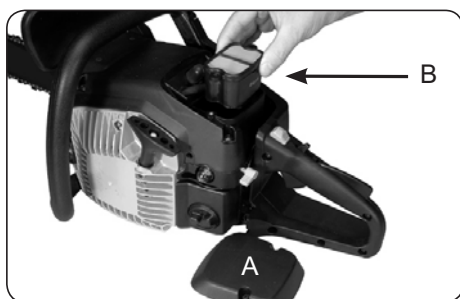

Рис. 14
1. Снимите крышку (A), извлеките воздушный фильтр (B) (Рис. 14).